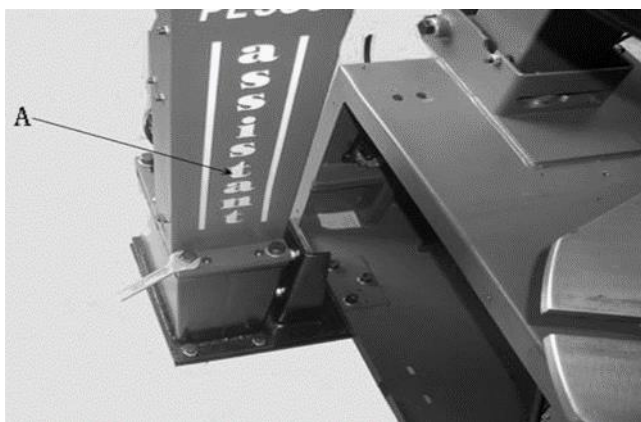

Рис. 14.3
14.1.4 Установите кронштейн корпуса (рис. 14.3 А). Выровняйте. Для фиксации используйте винт, снятый ранее, но не затягивайте его рис. (14.3)